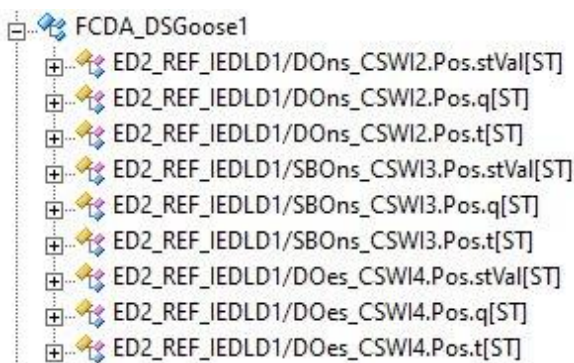

Рисунок 4.20 – Набор данных с FCDA в информационной модели устройства ПО Конфигуратор
FCDA или *атрибут функционально связанных данных* – это ссылка единичного атрибута данных, имеющих определенное значение функциональной связи. Атрибут функционально связанных данных определяется как ссылка атрибута данных, дополненная определенным значением функциональной связи (FC) (рисунок 4.20).